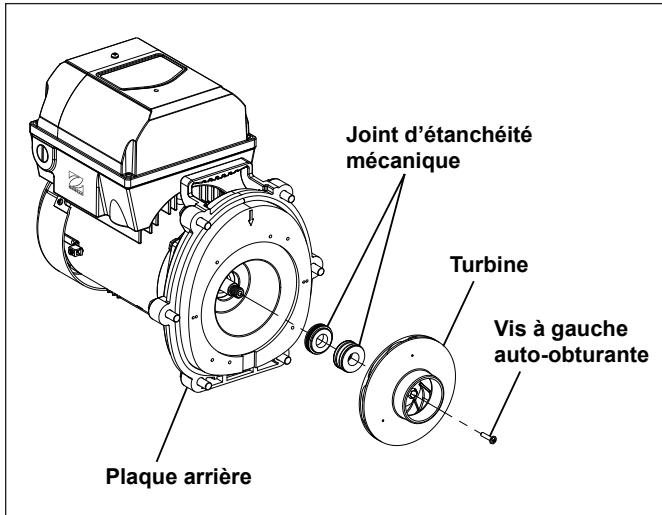

Figure 15. Enlever la turbine
7. Tenir l'axe visible du moteur à l'aide d'une $\frac{1}{4}$ " clé à tête hexagonale, puis retirer la vis centrale de la turbine à l'aide d'un tournevis à tête cruciforme no 2. Tourner la vis filetée à gauche selon le sens horaire pour desserrer. Voir la Figure 15.
2. Retirer la moitié du joint face en carbone de l'arbre du moteur (voir la Figure 15). Il s'agit d'un joint à ressort. Saisir la partie du joint le plus près du corps de la turbine et tirer sur le joint, dans un mouvement de torsion.